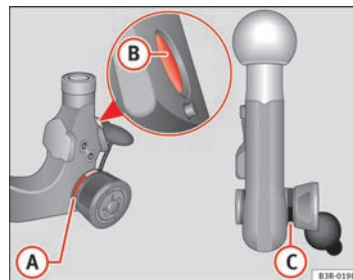

Fig. 165 Dispositif d'attelage amovible : boule d'attelage
- Vérifiez si le repère rouge (A) ⇒ page 217, fig. 165 de la molette se trouve dans la zone du repère noir de la boule d'attelage.
- Vérifiez que les pivots de verrouillage (B) sont enfoncés dans les alésages de la tige d'introduction.
- Vérifiez si la molette est nettement en retrait de la boule d'attelage, de sorte qu'il existe un interstice (C) entre la molette et la boule.